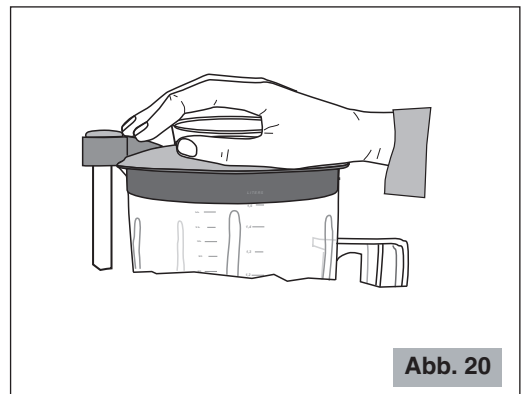

Abb. 20
- 4** Die gewünschte Geschwindigkeit wählen und den Motor einschalten, wobei man eine Hand auf den Deckel hält und den Schalter auf "ON" (Abb. 20) positioniert.